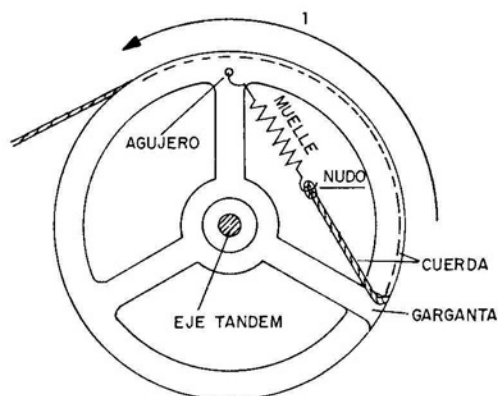

Fig. T6-1
3.ª Enganchar uno de los extremos del muellecito en el agujero de la rueda, según se indica en la figura T6-1, y atarle al otro extremo el final de la cuerda que se empleará en la transmisión y que puede ser del tipo hilo-bala fino, cuerda especial para este fin, hilo de nilón para pescar, etc.
4.ª Anudada la cuerda al muelle, se le hace pasar por la garganta que hay en la periferia de la rueda, en la que se sitúa según la flecha 1 de la figura T6-1.